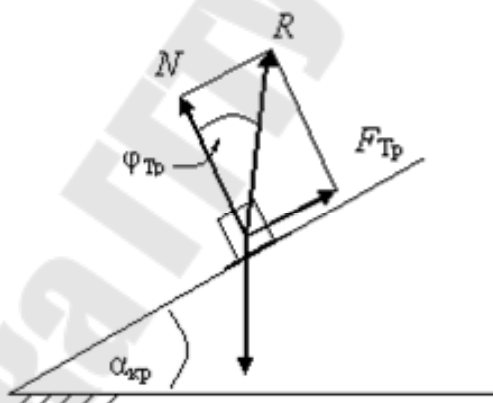

Рис. 14
28. Угол наклонной плоскости увеличивается до момента критического состояния тела на плоскости, то есть до начала его движения. Значение критического угла наклона плоскости равняется углу трения и следовательно $f_{\text{тр}} = \text{tg}(\alpha_{\text{кр}})$ (рис. 14).